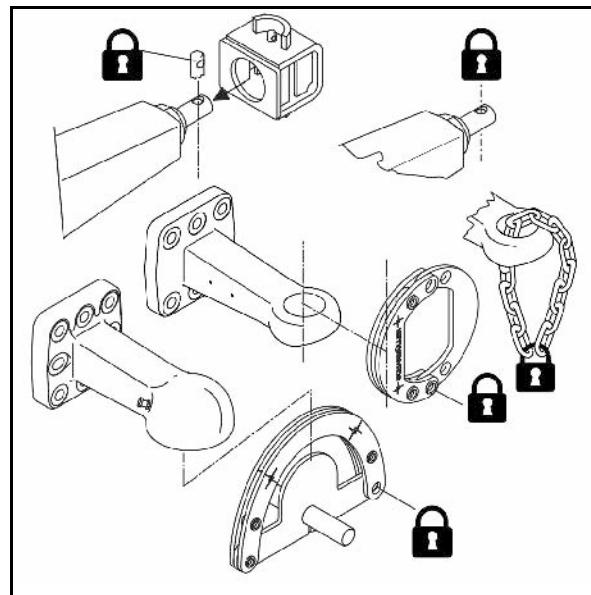

図. 38
設定の前に安全ピン (図 38/2) を引きます。
設定後、スペーサ要素 (図 38/1) を安全ピンで固定し、リンチピン (図 38/3) で固定します。
2. 後部スペーサー要素を外に旋回させます (止め板 (図 38/4) から両方のサイドアームに始まる)。
2. 前部スペーサー要素を外に旋回させます (止め板 (図 38/4) から両方のサイドアームに始まる)。